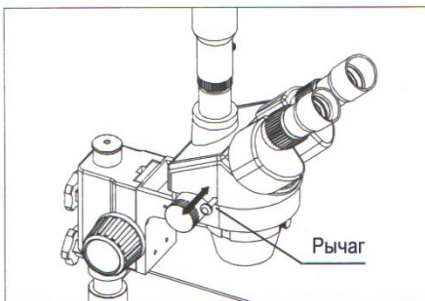

Рисунок 6
1. Передвигая рычаг внутрь и изнутри, смотрите в оба окуляра и переключайте камеру. Съемка производится, когда рычаг снаружи. При вводе рычага внутрь можно осуществлять наблюдение через оба окуляра. Вне зависимости от выбора светового потока, рычаг должен находиться в одном из предельных положений (см. рисунок 6).